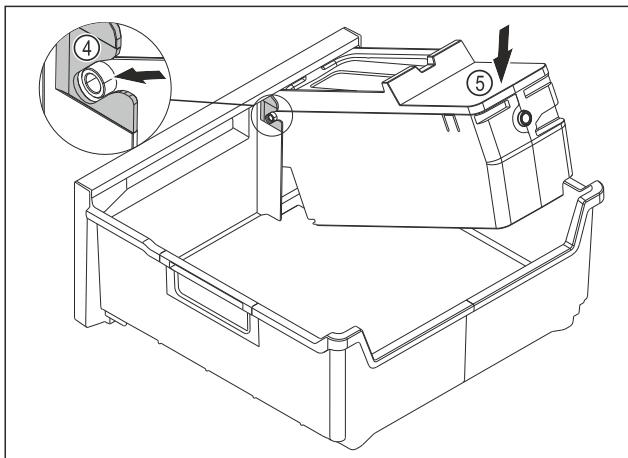

Fig. 86
- Montáž korpusu EasyTwist-Ice: Osi korpusu EasyTwist-Ice zasuňte do vedení Fig. 86 (4).
- Zatlačte korpus EasyTwist-Ice Fig. 86 (5) zozadu smerom nadol.